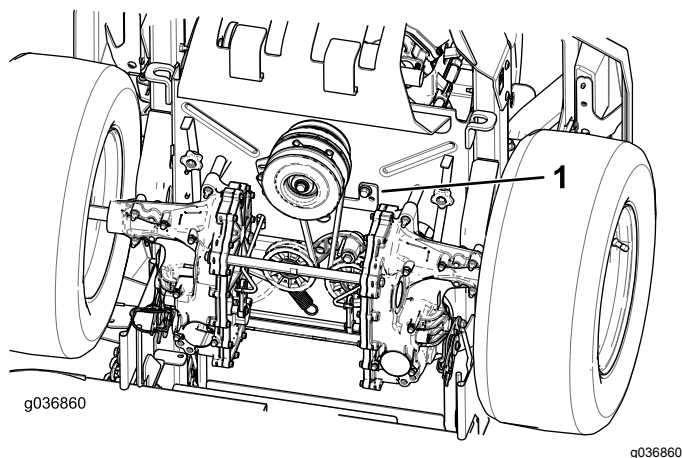

Figure 66
5. Déposez butée d'embrayage (Figure 66).
9. Reposez butée d'embrayage (Figure 66).